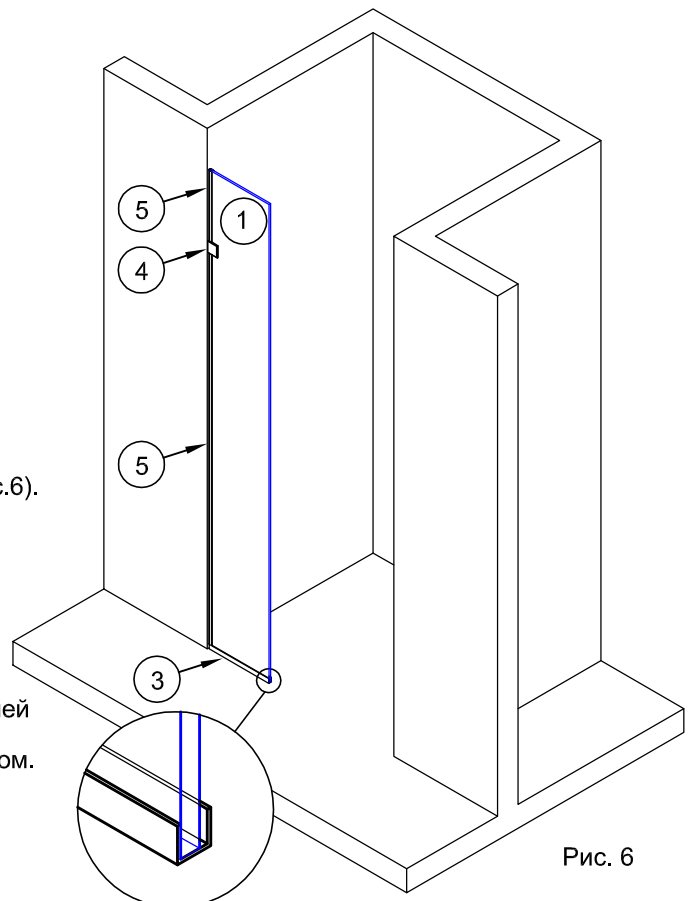

Рис. 6
2.5. Установить уплотнитель №5 на торец стекла панели №1 от стены. Отрезки уплотнителя подрезать для плотного прилегания к держателю и к профилю №3 (рис.6).
2.6. В середину профиля №3 нанести силиконовый герметик. Количество герметика рассчитать на заполнение всех щелей между профилем и стеклом (рис.6).
Прижать стекло к стене и полу. Внешние торцы профиля №3 и стекла должны совпадать (рис.6).